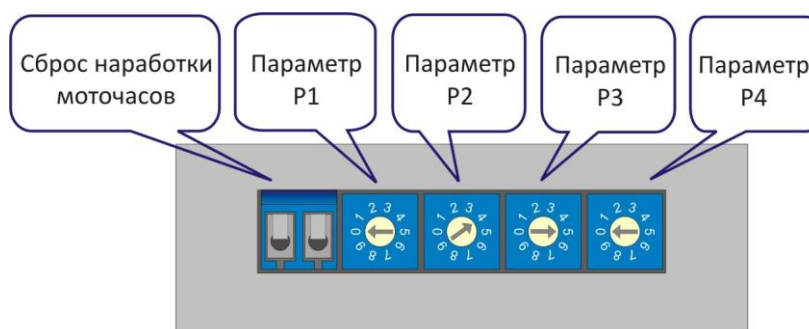

Рис.5.3. Переключатели параметров и сброс периода ТО генератора
5.3.6 Индикация периода техобслуживания генераторной установки осуществляется светодиодом ✂ . Светодиод погашен, если время работы генераторной установки после техобслуживания меньше порога предупреждения (80 ч). В случае достижения данного порога происходит кратковременное мигание светодиода ✂ . В случае достижения порога тревоги (100 ч) происходит частое равномерное мигание светодиодов ✂ и Ⓐ . Оба предупреждения сопровождаются прерывистым звуковым сигналом. Сброс периода техобслуживания генераторной установки производится замыканием контактов «Сброс наработки моточасов» (рис. 5.3).
5.6.1 Переключатели параметров (рис. 5.3) позволяют выполнить настройку четырёх параметров контроллера, которые представлены в таблице 5.2. Соответствие положения переключателя значению параметра представлены в таблицах 5.3–5.6.